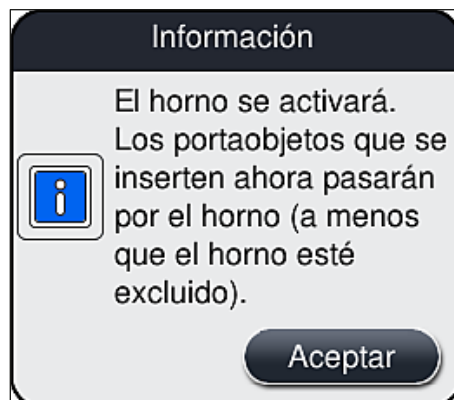

Fig. 35
3. Aplique la activación pulsando el botón **Guardar** (→ Fig. 33-5) y tenga en cuenta el siguiente mensaje de información (→ Fig. 35) que debe confirmar con **Aceptar**.